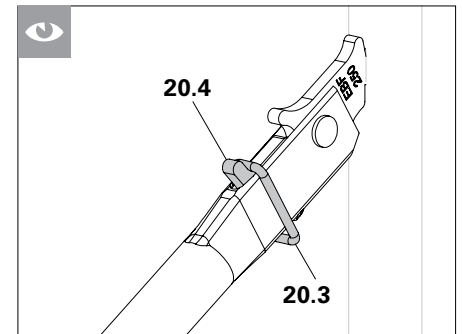

Abb. A5.06
4. Längsdiagonale EBF (20) nach unten drücken und mit dem Sicherungsring (20.3) verriegeln. (Abb. A5.06)
Ist der Sicherungsring (20.3) am unteren Anschlag (20.4)? Sonst mit Hand ganz zum Anschlag schieben! (Abb. A5.06)